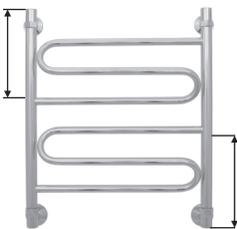

Рис. 4
**ПРИМЕЧАНИЕ! Для моделей «Элегия», «Шарм», «Иллюзия» диагональное подключение будет эффективно только при подключении к длинным участкам коллекторов (см. рис. 4, 5, 6).**